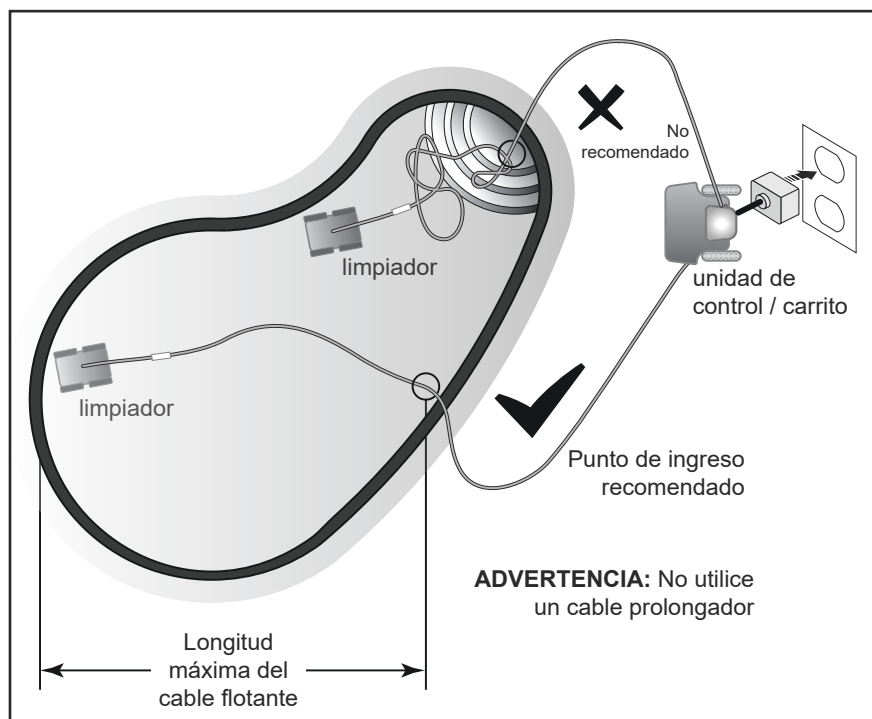

Figura 14. Punto de ingreso a la piscina para una trayectoria óptima
4. Coloque en el agua solo la cantidad de cable flotante necesaria para alcanzar el extremo opuesto de su piscina desde el punto medio. Extienda el cable flotante y compruebe que no esté enredado o retorcido (Figura 14).
**NOTA:** Para una trayectoria óptima y la reducción del enredo, el cable flotante debe ingresar al agua cerca del punto medio del largo de la piscina. Coloque solo la cantidad suficiente de cable en el agua para alcanzar el punto más alejado de la piscina (véase la Figura 14).